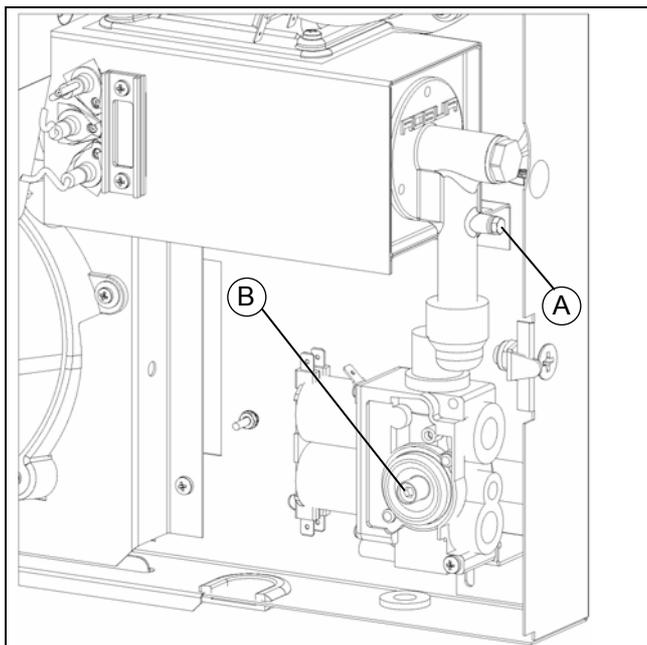
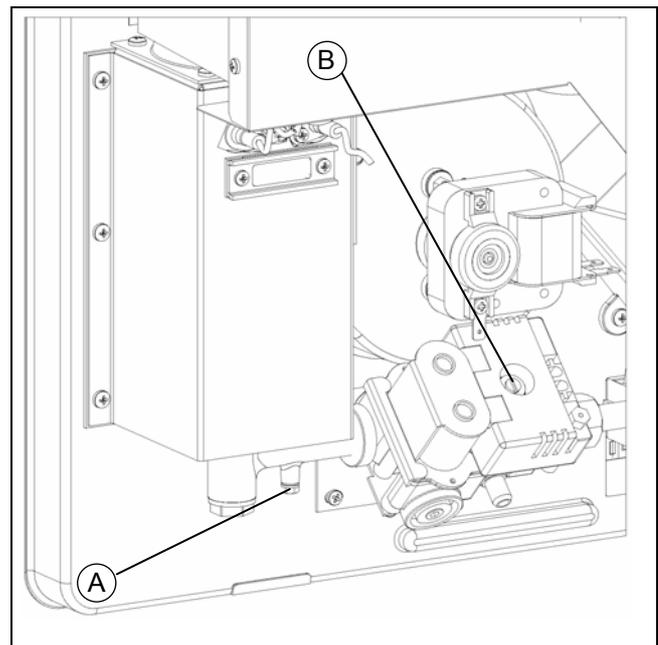
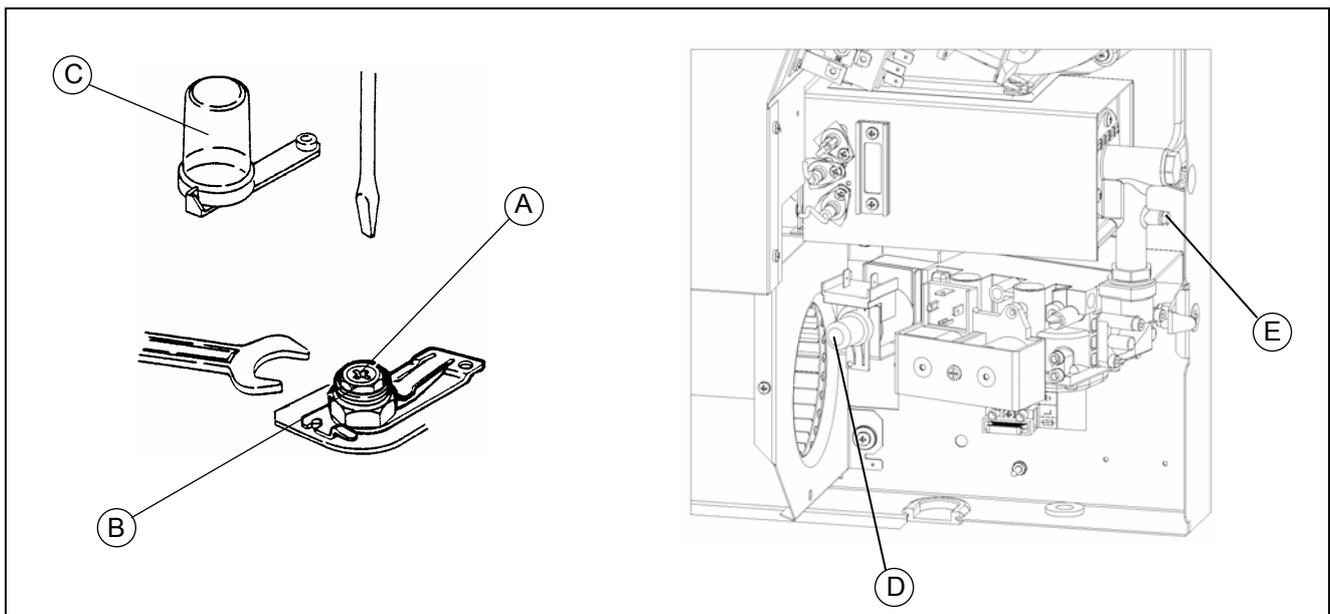

Abb. 24 – ELEKTROVENTIL WHITE ROGERS DER MODELLE 4001, 4002, 5001 u. 8001
Abb. 25 – ELEKTROVENTIL DER GERÄTE 3001 U. 3002
Abb. 26 - ELEKTROVENTIL DER MODELLE 5002 U. 8002
1. Nach Entfernen der Abdeckschraube, Manometer an Punkt A anschrauben (siehe Abb. 24 od. Abb. 25).
4. Versorgungsdruck mittels Stellschraube B (Abb. 24 od. Abb. 25) auf den erforderlichen Druck, siehe Tabelle n. 1 u. Tabelle n. 2 einstellen.
2. Plastikkappe C vom Ventil abziehen (siehe Abb. 26).
3. Manometer an Punkt E befestigen (siehe Abb. 26).
5. Brennerdruck mittels Einstellschraube B (siehe Abb. 26) auf 9 mbar (für das Modell 5002) u. auf 7,1 mbar (für das Modell 8002) einstellen, im Uhrzeigersinn zunehmend, gegen den Uhrzeigersinn abnehmend (verwenden Sie hierzu einen 10er Gabelschlüssel).
4. Druckregelschraube B komplett eindrehen (siehe Abb. 24, Abb. 25 od. Abb. 26).